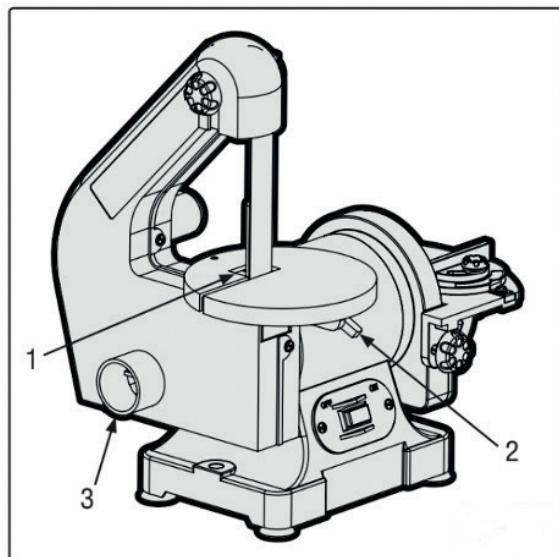

Рис. 3.
1. Пропустите шлифовальную ленту через прорезь на ленточном столе (рис. 3 – 1) и установите стол на станок.
2. Закрепите ленточный стол в нужном положении с помощью фиксирующего рычага (рис. 3 – 2).
Для подключения адаптера пылезащитного отверстия шлифовальной ленты необходимо вставить адаптер ленточного пылесборника в отверстие для сбора пыли (рис. 3 – 3) на левой стороне шлифовальной машины.